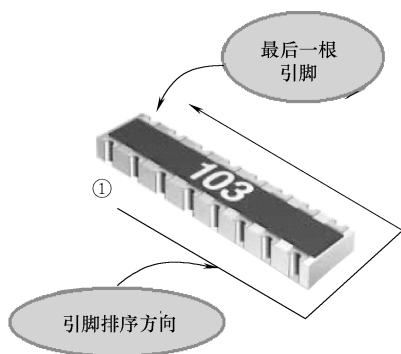

图 8-33 贴片双列排阻引脚识别方法
2) 引脚双列分布排阻。引脚双列分布排阻有两种情况,一是有脚的双列排阻,二是贴片的双列排阻,它们的引脚分布规律和识别方法是相同的,如图 8-33 所示是贴片双列排阻引脚识别方法示意图。